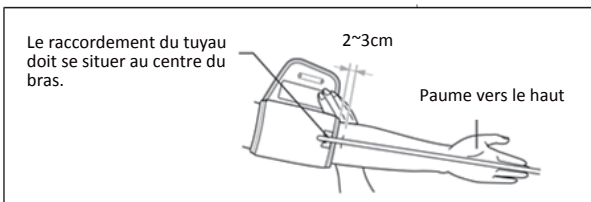

Fig 8
- 3) Serrez le brassard autour de votre bras en vous assurant que celui-ci soit à 2 à 3 cm au-dessus de votre coude (Fig 8)